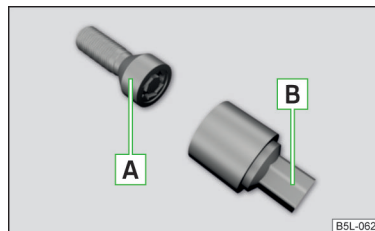

Fig. 120
Låseboltene beskytter hjulene mod tyveri. De kan kun løsnes eller spændes fast ved hjælp af adapteren **B** » Fig. 120.
- Sæt adapterens **B** » Fig. 120 side med tænder helt ind i den indvendige forrinding i låseboltens **A** hoved.